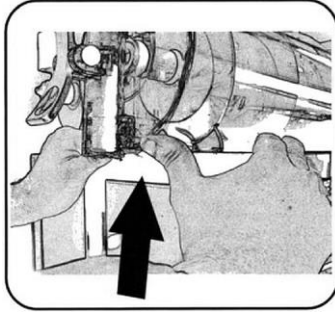

Рис. 19
3. Чтобы облегчить извлечение резервуара, действовать в соответствии с инструкциями на рис. 19 и 20.